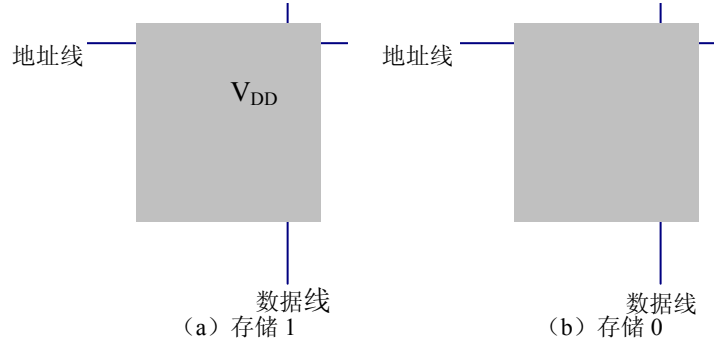

图 5-31 Mask ROM 的存储单元
13. P142 页图 5-31 中间阴影部分缺内容，应改为